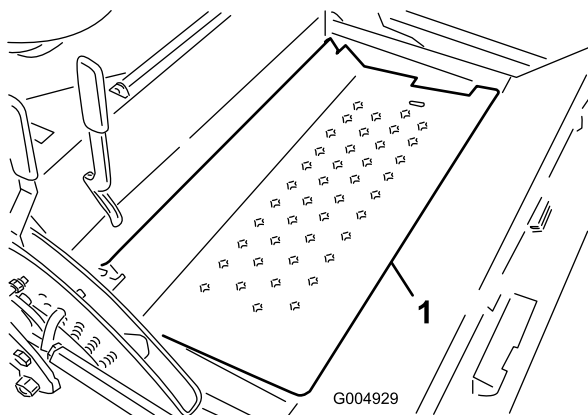

Figura 9
6. Abra la chapa de suelo (Figura 9).